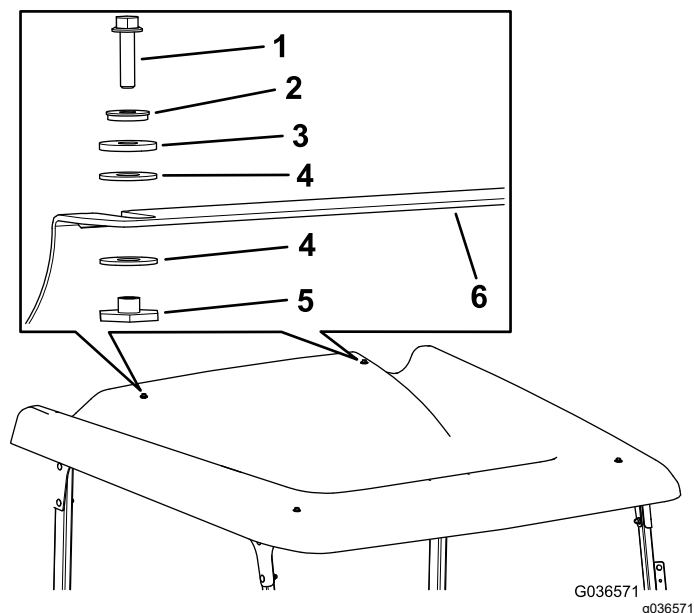

Рисунок 65
2. Установите солнцезащитный навес на заднюю поперечину при помощи двух болтов с шестигранными фланцевыми головками (¼ x 1 дюйм), двух уплотнительных шайб, двух фрикционных шайб, 4 пластмассовых шайб и двух фланцевых втулок (Рисунок 65).